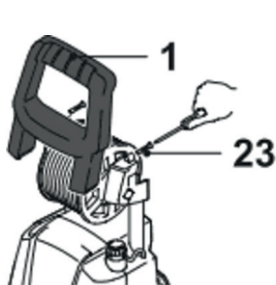
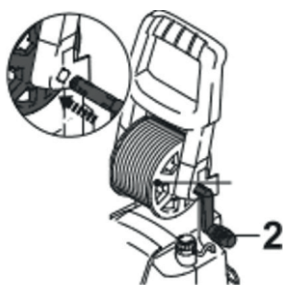
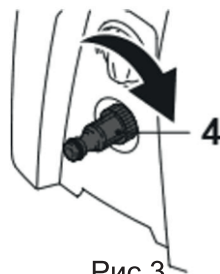

Рис.1
Рис.2
Рис.3
Полностью соберите изделие перед использованием. Наденьте ручку (1) на раму катушки и закрепите ее двумя винтами (23). Затяните винты (23) с помощью подходящей отвертки (рис. 1). Вставьте рукоятку (2) в отверстие катушки (10), убедитесь, что она зафиксирована на месте (рис. 2). Прикрутите соединитель водяного шланга (4) к отверстию для подачи воды (5) (рис. 3).